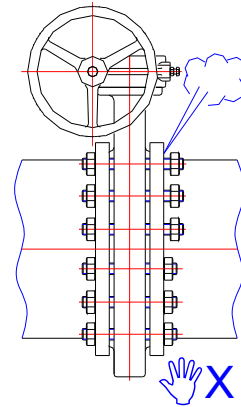

Fig.25
- 18.3.2 使用中不得松开法兰螺丝、操作器及下盖等锁紧螺丝。(Fig.25)